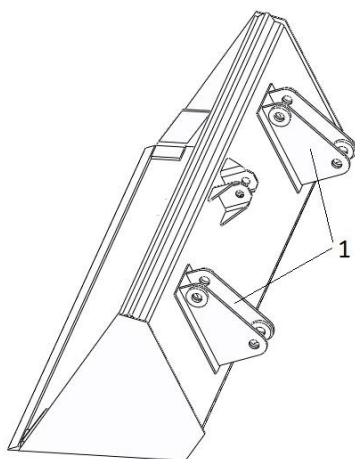

Рис.2 Ковш 0,22 м³
- ковш ПЗ20-2А (рис.2) вместимостью 0,22 м³ – для работы с малосыпучими и сыпучими грузами удельным весом 10...15 кН/м³ (1,0...1,5 тс/м³)
4.3.1. Ковш. (рис.2)
На задней стенке ковша, приварены два кронштейна 1 (рис.2), при помощи которых ковш присоединяется к раме подъема и гидроцилиндрам поворота рабочих органов.